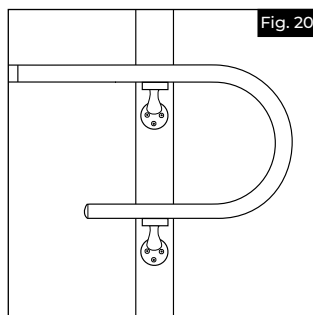

Fig. 20
- c. Fijar el bucle del pasamanos en la superficie de montaje con 2 soportes de pasamanos (Fig. 20), siguiendo las instrucciones de esta guía.